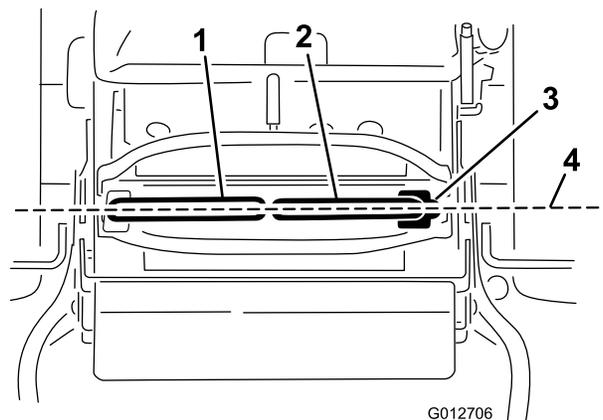

Figure 71
**Important:** Assurez-vous que l'alignement des roues de la machine est correct après avoir réglé les leviers de commande de déplacement. La procédure est identique pour régler l'alignement des roues et aligner les leviers de commande de déplacement longitudinalement (Figure 71).
1. Une fois le réglage horizontal terminé, contrôlez l'alignement avant/arrière en poussant légèrement les leviers de commande vers l'avant pour rattraper le mou de la timonerie des leviers de commande (Figure 71).